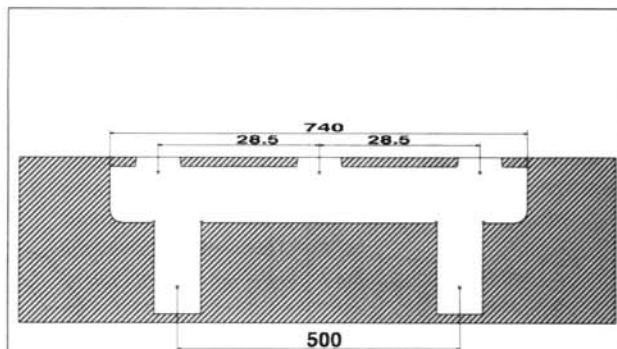

Abb. 9
1. Abb. 9 zeigt die Lage der Montageplatte, entsprechend der Größe des Klimagerätes. Wenden Sie sich bitte an die Abbildung die zu Ihrem Modell und Baugröße passt (gezeichnet in Viereck).